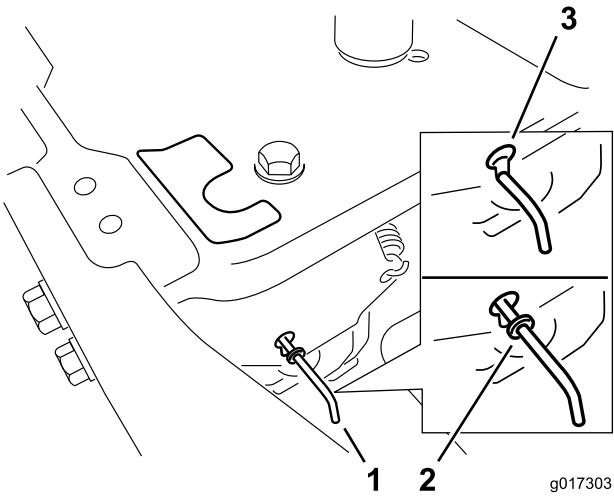

Figura 24
4. Mova as alavancas de derivação para a frente através do orifício da chave e para baixo para as bloquear no lugar, como se mostra em Figura 24. Certifique-se de que isto é feito para cada alavanca.
Mova as alavancas de derivação para dentro e empurre-as de volta para a ranhura horizontal (Figura 24) para engatar os motores da roda.